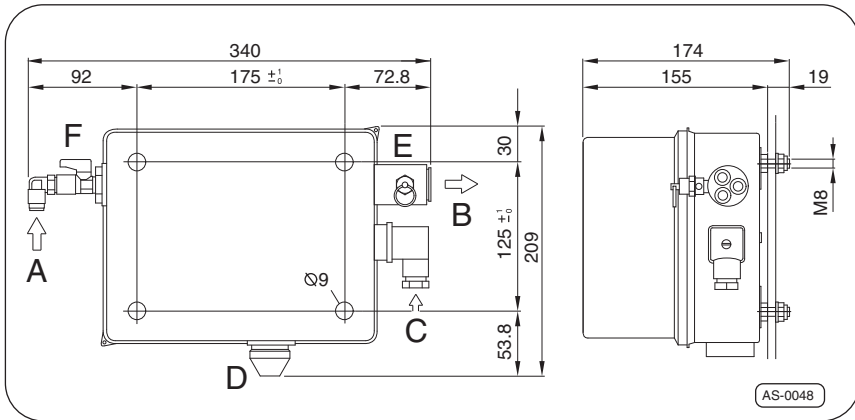

Fig. 9 · Montage de l'unité de commande
Percer les trous de fixation conformément au schéma sur l'emplacement de montage de l'armoire de commande ⇒Fig. 9.
- Avant de commencer à travailler sur le système ou aux extrémités des roues, toujours tourner la valve d'arrêt ⇒Fig. 9–Pos. F– et purger l'air sur le clapet de décharge ⇒Fig. 9–Pos. E–.
1. Installer une sortie avec manomètre sur la sortie d'air comprimé triple ⇒Fig. 9, –B–.
3. Ouvrir la valve d'arrêt ⇒Fig. 9–Pos. F–.
⇒Fig. 9–Pos. F– et purger l'air sur le clapet de décharge
⇒Fig. 9–Pos. E–.